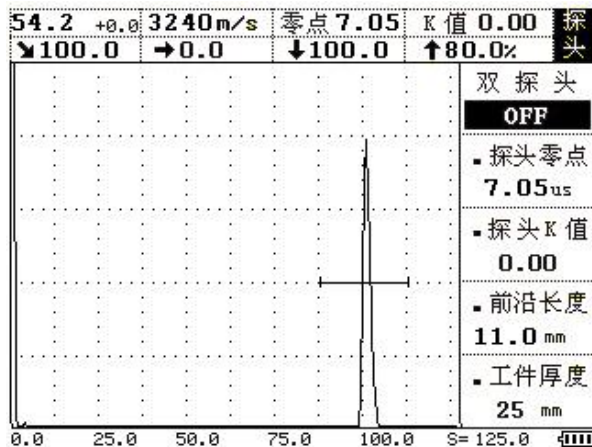

图 4-6
4、校准探头零点：将探头放在试块上并移动，使得 R100mm 的圆弧面的反射回波达到最高。在屏幕的左上角显示声程值，如这一数值不等于 100mm，按 探头 键进入探头菜单，再按 ▲（上）或 ▼（下）键调整到探头零点子菜单，再用 ◀（左）或 ▶（右）键调整，使数值等于 100mm。或者直接按 波峰记忆 键，自动校准探头零点。如图 4-6 所示此时探头零点校准完毕。